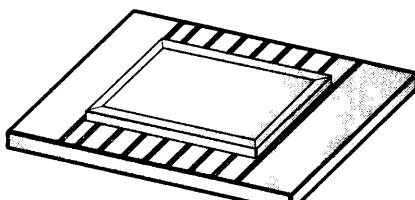

Рис. 3.
10. Итак, пласти лежат на решетках (холст, выходящий за края пласти, надо обрезать). По краям прикрываем их полосками пленки (рис. 3). Это делается, чтобы края не пересохли.